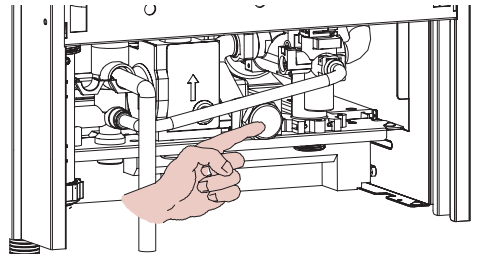
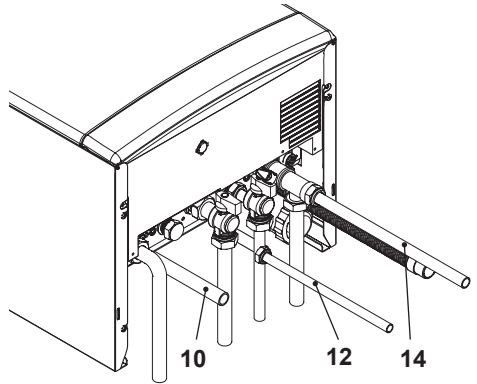

Fig. 5.6
Fig. 5.7
Collegare la mandata del serpentino bollitore (MB) 10 in Fig. 5.7 al raccordo della caldaia, rimuovendo il tappo cieco indicato in Fig. 5.6.
Collegare il ritorno del serpentino bollitore (RR) 14 in Fig. 5.7 al raccordo per il tubo del serpentino.
Collegare l'entrata sanitaria del bollitore (ES) 12 in Fig. 5.7 al rubinetto di riempimento circuito riscaldamento.